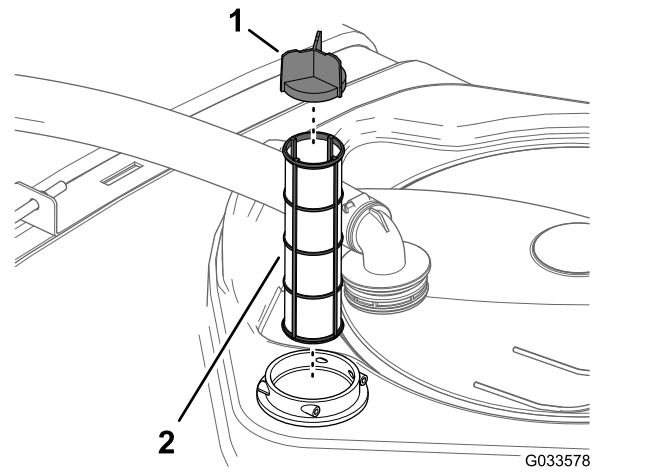

**Figura 49**
2. En la parte superior del depósito de fumigación, retire la horquilla de retención que sujeta el acoplamiento que está conectado a la manguera grande y al alojamiento del filtro (Figura 49).
3. Retire la manguera y el acoplamiento del alojamiento del filtro (Figura 49).